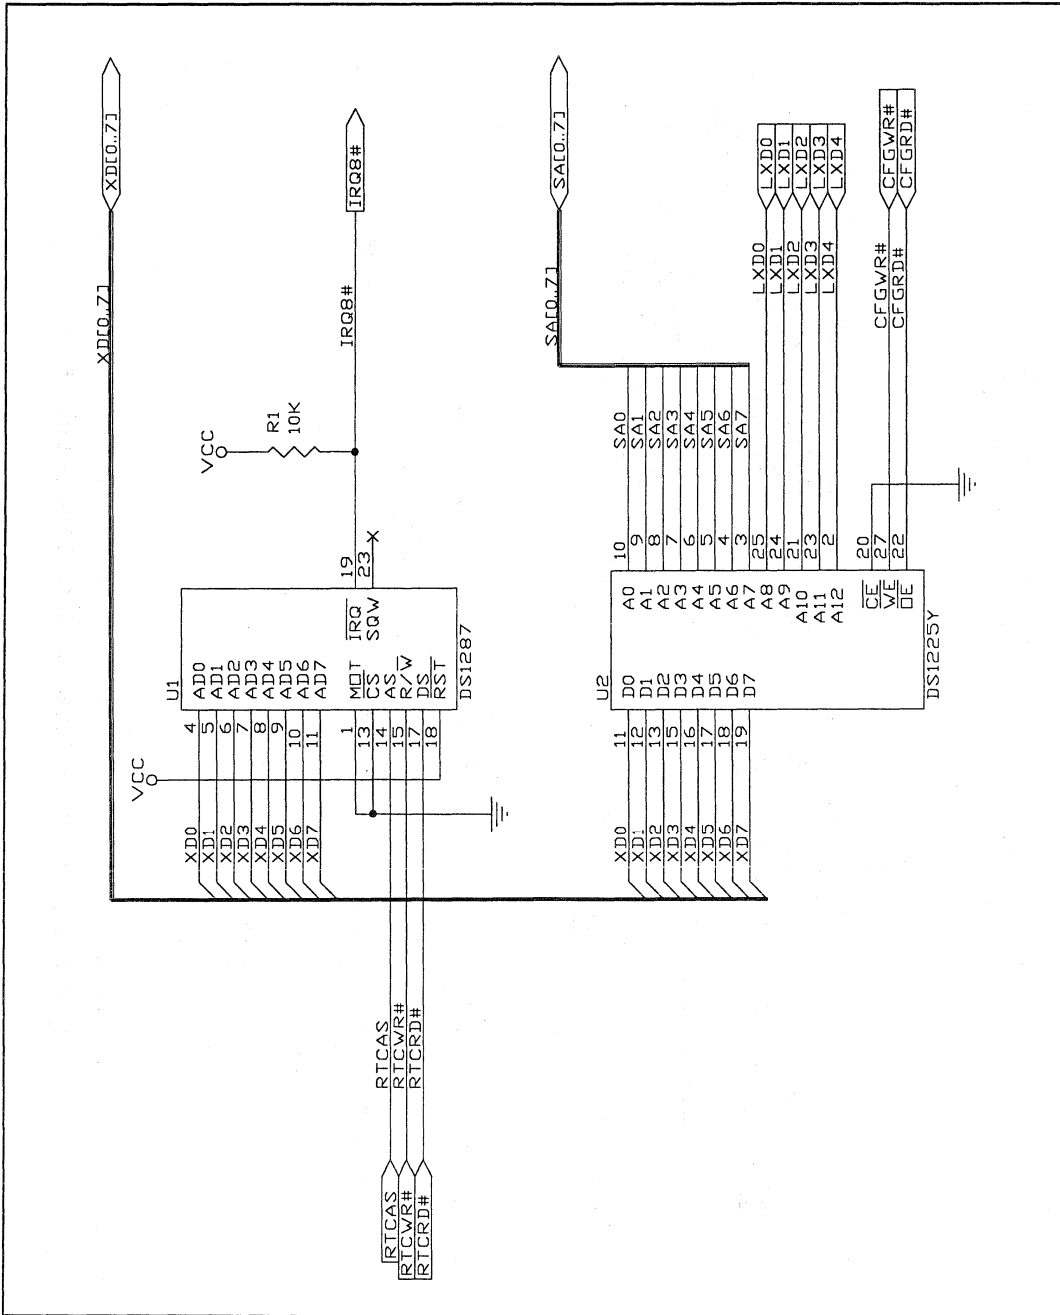

Figure 6. DS1287 w/ NVSRAM EISA or MCA Example
- Example DS1287 plus external 8Kx8 NVSRAM design (Figure 6, Table 7)
**Table 7. DS1287 w/ NVSRAM EISA or MCA Parts List (Figure 6)**